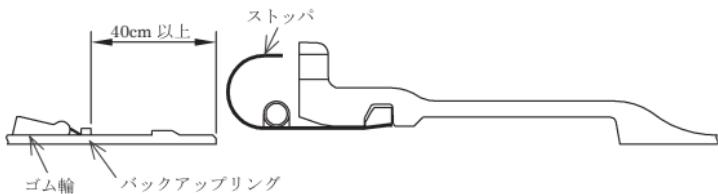

図9 接合部品のセット位置
- (1) ゴム輪を清掃して挿し口に預ける。このとき、ゴム輪の表示マーク(NS)を確認し、図9に示す向きにセットする。
- (2) バックアップリングを清掃して挿し口に預ける。このとき、図9に示す向きにセットする。